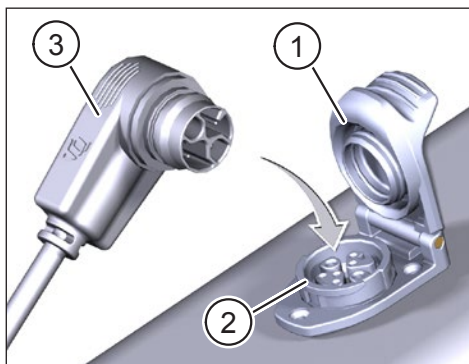

Fig. 1: Battery opladen
- Klap het deksel (Pos. 1 in Fig. 1) op de laadpoort (Pos. 2 in Fig. 1) in het fietsframe open.
- Lijn de laadstekker (Pos. 3 in Fig. 1) van de lader of Range Extender zo uit dat de stekkercodes van de laadstekker en de laadpoort overeenkomen (zie Fig. 1).
- Steek de laadstekker (Pos. 3 in Fig. 1) van de lader of Range Extender in de laadpoort.